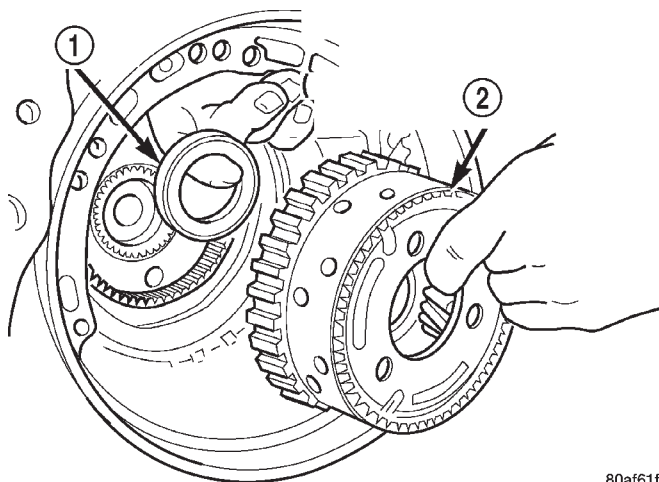

Fig. 33 Desmontaje del conjunto de portador delantero y anular trasero
(25) Desmontaje del conjunto de portador delantero y anular trasero (Fig. 33).